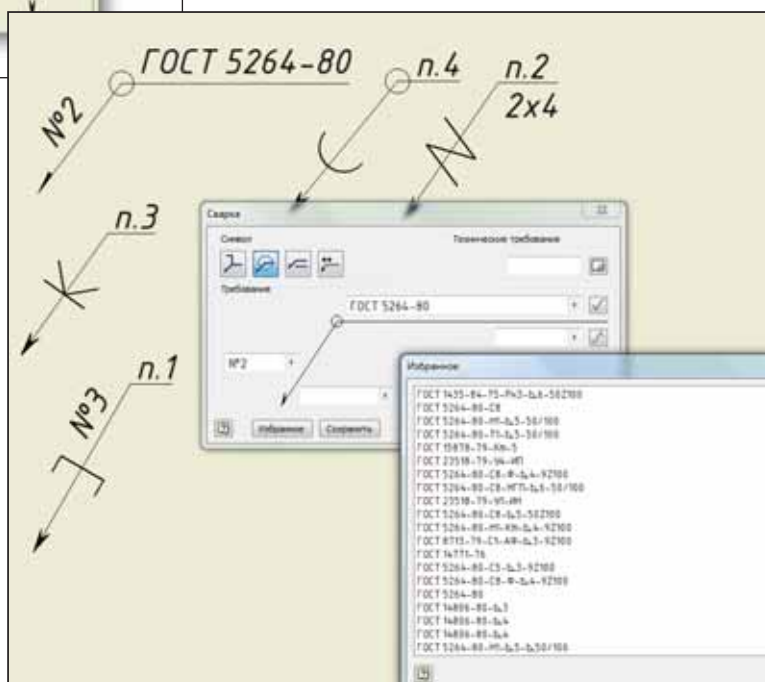

Рис. 11. Неразъемные соединения
- 2) Сварка, Пайка, Склеивание, Шитье и Шитье скобами. Для работы с этими обозначениями реализованы пять специальных инструментов, которые позволяют быстро проставить обозначения, увязать их с техническими требованиями, а для сварки еще и добавить часто используемые обозначения в список избранных, откуда их легко выбрать не заполняя заново все поля (рис. 11). Эти обозначения реализованы согласно ГОСТ 2.312-72 и 2.313-82.